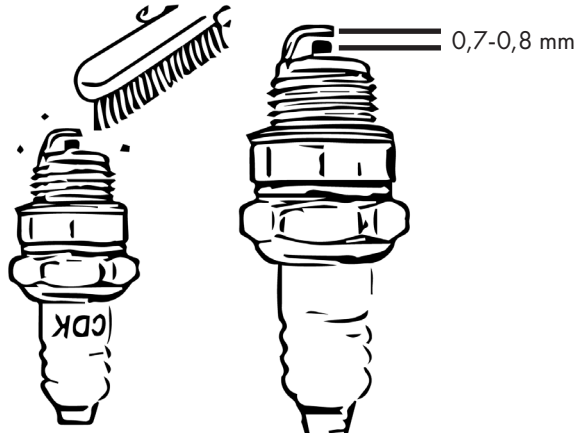

Abbildung 28
- Entfernen Sie die Ablagerungen an der Zündkerze. Siehe Abb. 28.
- Stellen Sie den Elektrodenabstand mit einem Sollwert von 0,7-0,8 mm ein. Siehe Abb. 28.